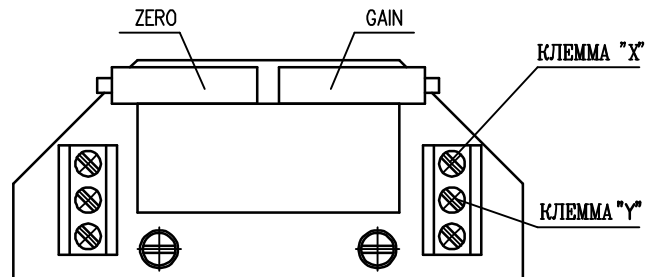

Рис. 7
4.4.2 EPV - 3-проводниковое включение (рис.7)
- Установите датчик сопротивления на основании инструкций в предыдущей главе так, что величину сопротивления измеряйте на клеммах X-Y (рис.7). (употреблен датчик с сопротивлением 2000Ω или 100Ω)
- Поворачиванием устанавливающего триммера ZERO (рис.7) установите величину выходного сигнала тока, измеряемого на клеммах 81-82, на величину 0 мА или 4 мА.
- Поворачиванием устанавливающего триммера GAIN (рис.7) установите величину выходного сигнала тока, измеряемого на клеммах 81-82, на величину 20 мА или 5 мА.
- Установите датчик сопротивления на основании инструкций в предыдущей главе так, что величину сопротивления измеряйте на клеммах X-Y (рис.7).
- Поворачиванием устанавливающего триммера ZERO (рис.7) установите величину выходного сигнала тока, измеряемого на клеммах 81-82, на величину 4 мА.
- Поворачиванием устанавливающего триммера GAIN (рис.7) установите величину выходного сигнала тока, измеряемого на клеммах 81-82, на величину 20 мА.